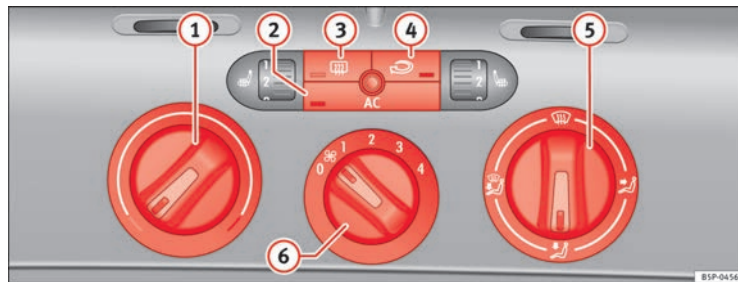

Abb. 127 In der Instrumententafel: Bedienelemente der Climatic
- Drehen Sie den Temperaturregler ⇒ Abb. 127 ① nach rechts, bis die gewünschte Heizleistung erreicht ist.